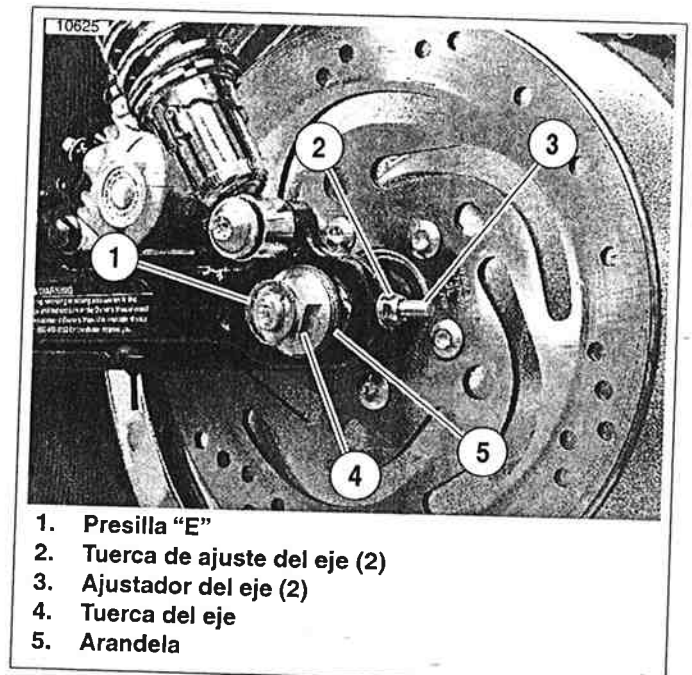

Figura 1-44. Ajuste de la correa secundaria de propulsión
2. Vea la Figura 1-44. Quite la presilla "E" (1) y afloje la tuerca del eje trasero (4). Gire las tuercas de ajuste del eje (2) en cada lado de la horquilla trasera hacia la derecha para disminuir la deflexión de la correa (aumentar la tensión) o a la izquierda para aumentar la deflexión de la correa (disminuir la tensión). Gire ambas tuercas de ajuste la misma cantidad de vueltas para mantener la alineación aproximada de la rueda trasera.